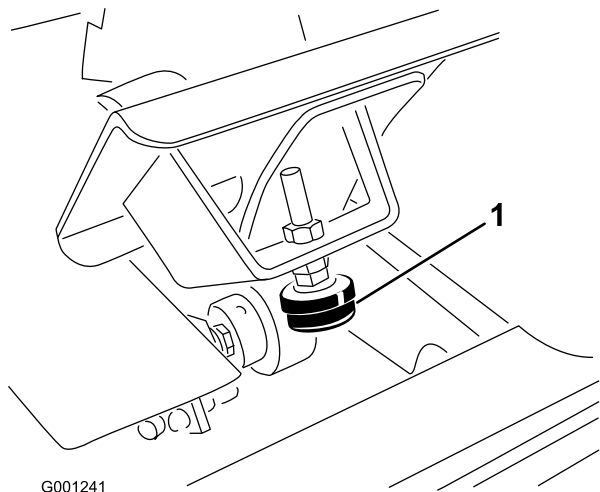

Figura 66
- Verifique o ajuste do batente do pedal de tracção. O batente do pedal (Figura 66) deve tocar ligeiramente na estrutura antes da bomba atingir o seu curso máximo.